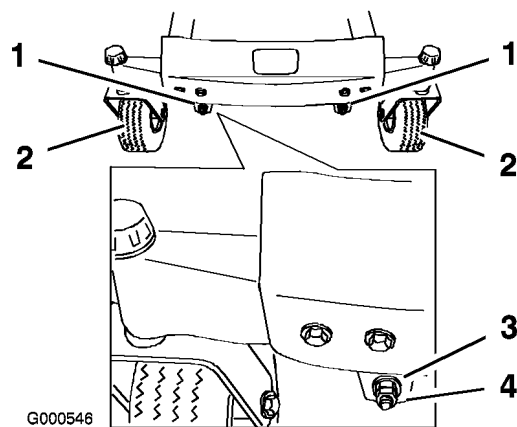

Figure 46
11. Pour régler l'inclinaison avant/arrière des lames, retirez les contre-écrous et tournez les écrous de réglage à l'avant du plateau de coupe (Figure 46).
13. Après avoir réglé uniformément les écrous, contrôlez de nouveau l'inclinaison avant/arrière. Poursuivez le réglage des écrous jusqu'à ce que la pointe avant de lame soit de 1,6 à 7,9 mm plus bas que la pointe arrière (Figure 46).
Remarque: Après avoir réglé les écrous de réglage, vérifiez qu'aucune des tiges de support ne présente de jeu (Figure 47). Serrez l'une ou l'autre pour supprimer le jeu (Figure 46).